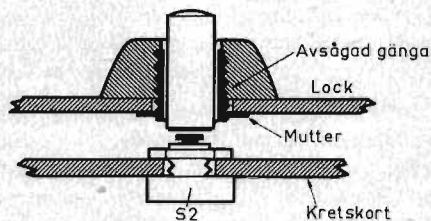

Fig 6
- S2=1-pol. 2-vägs återfjädrande tryckknappskopplare i miniatyrutförande. Ytterdiam. 13 mm. Montagehål 6,3 mm (se fig. 6)